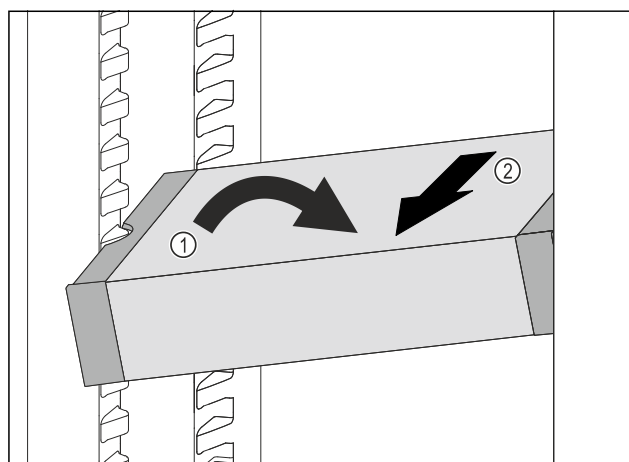

Fig. 130
- VarioSafe im Kühlteil schräg stellen. Fig. 130 (1)
- VarioSafe nach vorne entnehmen. Fig. 130 (2)